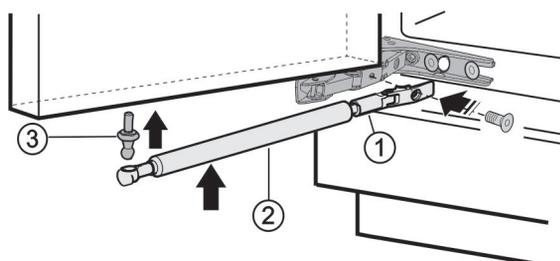

Fig. 7
- ▶ Avvitare fermamente il perno sferico Fig. 7 (3) nel nuovo foro di fissaggio a 4 Nm (Torx® 25).
- ▶ Avvitare fermamente il supporto Fig. 7 (1) a 3 Nm.
- ▶ Agganciare l'ammortizzatore di chiusura Fig. 7 (2) nel perno sferico.